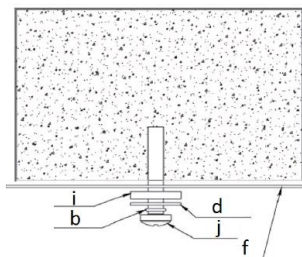

Рис. 3
1.2. При установке корпуса FOUNDRY 70H w/o driver box (4) на опорную поверхность необходимо соблюдать очередность элементов, где: b – манжета резиновая, d – шайба оцинкованная, j – винт M6, i – шайба резиновая, f – корпус, см. рис. 3.